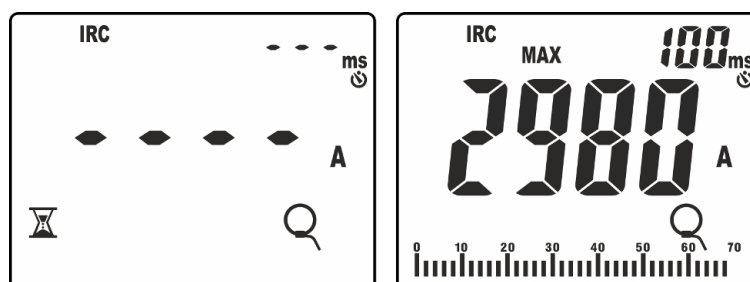

Fig. 41: Riconoscimento evento corrente di spunto
8. Premere il tasto **GO/HOLD** per attivare la funzione. Lo strumento si pone in attesa del riconoscimento dell'evento (valore misurato superiore alla soglia fissa di trigger pari all'**1%FS pinza: ex 30A per FS = 3000A**) mostrando il simbolo "⌚" a display (vedere Fig. 41 – parte sinistra)
9. Al riconoscimento dell'evento **la misura si arresta automaticamente** e lo strumento mostra nel display principale il valore **Max RMS** calcolato sul tempo di valutazione di **100ms** (default) riportato nel display secondario (vedere Fig. 41 – parte destra)